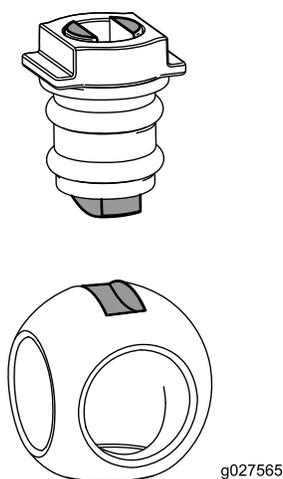

图 79
6. 将球插入阀体图 79。
注意 阀杆应能够插入球驱动槽内部。如果气门芯不能插入请调整球的位置(图 79)。